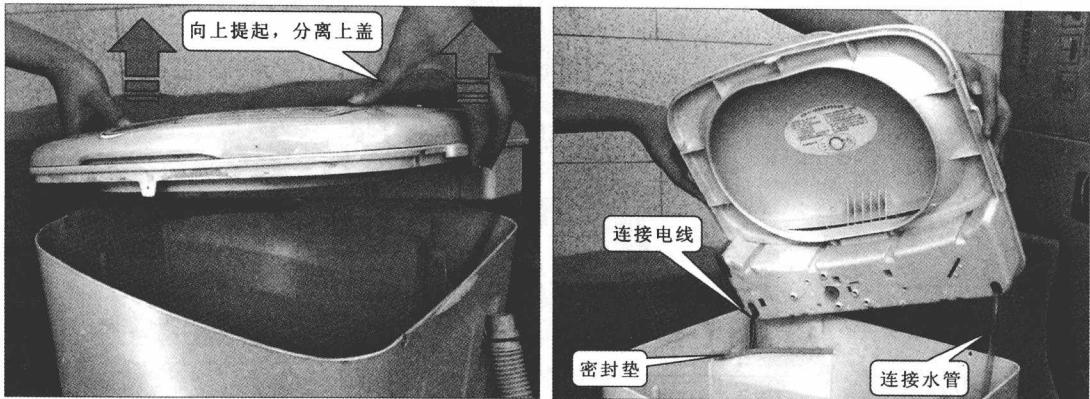

图 1-7 分离上盖
⑤ 此时，用手将上盖向上提，就可以将洗衣机的上盖与洗衣筒进行分离，如图 1-7 所示。需要注意的是，该型号洗衣机的上盖中包含有进水电磁阀和水位调节钮，因此有电线和水管相连。分离上盖时，不要用力过猛，避免将连接电缆和水管扯坏，并且在连接电线的一侧还有一个密封垫，拆卸时需要注意，不要弄丢。